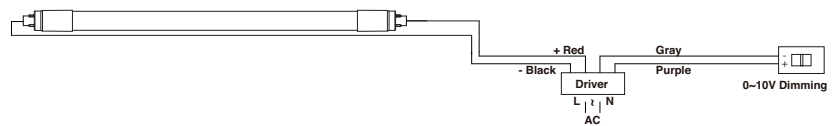

Figure 3a
**Étape 7:** Pour les câblages à une extrémité, voir les **figures 3a, 3b, 3c ou 3d**.